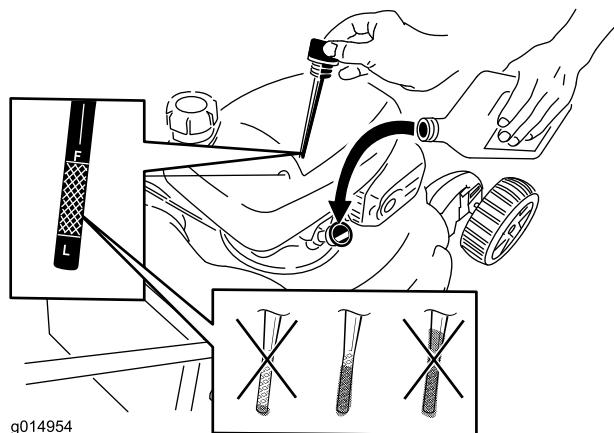

Figure 6
- Retirez la jauge (Figure 6) et versez de l'huile dans le tube de remplissage pour remplir le carter moteur aux 3/4.
- Sortez de nouveau la jauge et vérifiez le niveau d'huile ; voir Figure 6.
- Si le niveau d'huile est trop bas, ajoutez lentement une petite quantité d'huile dans le tube de remplissage, puis répétez les opérations 3 à 5 jusqu'à ce que le niveau d'huile soit correct, comme montré à la Figure 6.